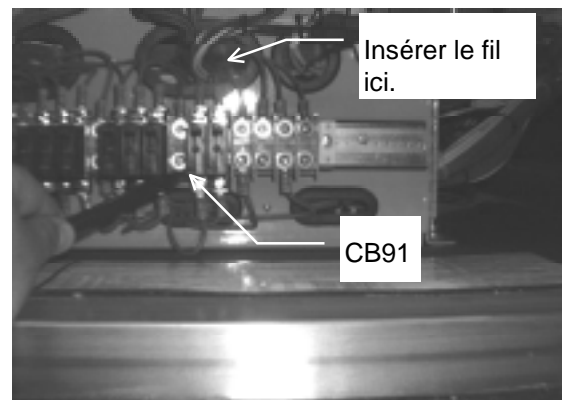
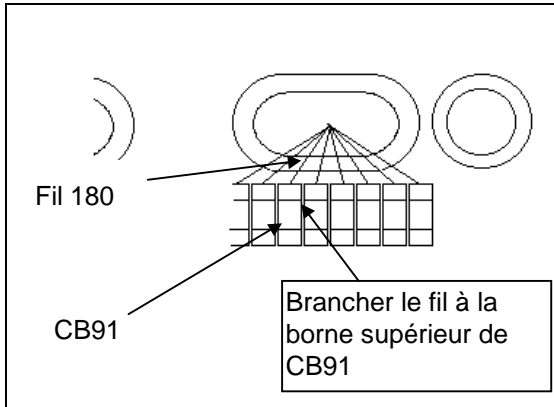

FIGURE 9 18235
FIGURE 10
s. Passer le long fil (fourni avec ensemble) du disjoncteur CB91 (Fig. 9 et 10) jusqu'au fil SP48 à travers la boîte de jonction et le faisceau de fil (à gauche de la boîte de jonction) comme démontré par la ligne pointillée dans les Figures 10 à 17.